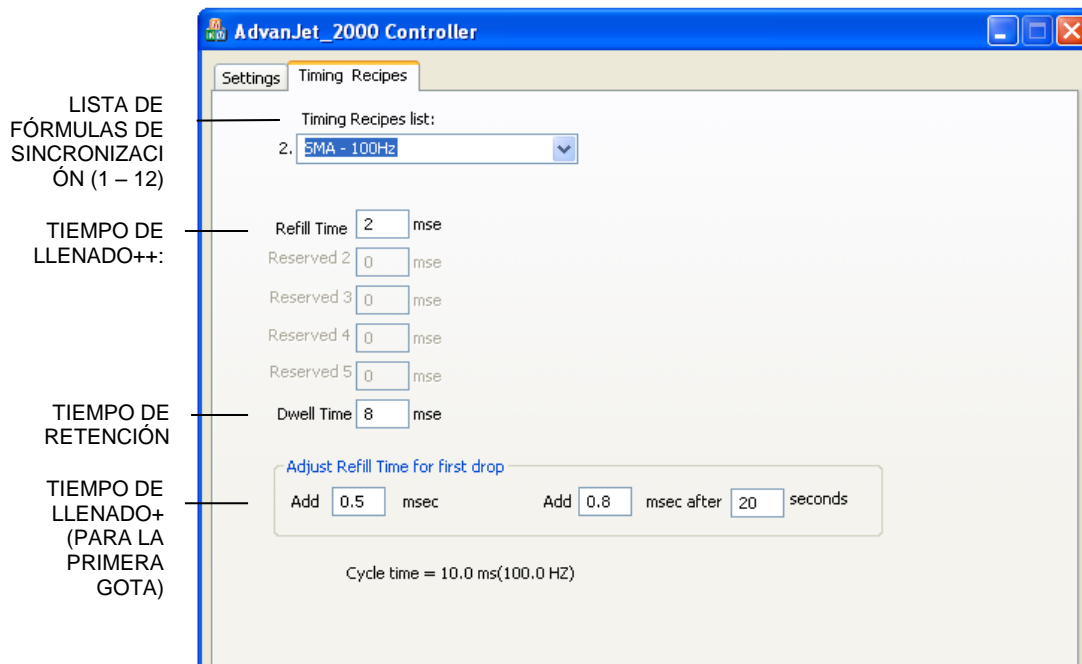

Figura 6-1: Menú principal de fórmulas de sincronización
Antes de comenzar el suministro, debe crear fórmulas de sincronización para cada determinado fluido que se va a suministrar. Figura 6-1 en la página siguiente muestra el menú Fórmulas de sincronización del software Advanjet. Una vez configurado, la Fórmulas de sincronización se puede descargar al controlador Advanjet. Después de que se descargan las fórmulas, el controlador puede activarse a distancia a través de las entradas digitales desde el controlador de servidor sin el programa de software Advanjet en segundo plano.
El software Advanjet ofrece varias muestras de fórmulas de sincronización para fluidos populares a fin de alcanzar una puesta en marcha rápida. Tal como se muestra en la Figura 6-1 más arriba, la pantalla del menú principal Fórmulas de sincronización ofrece una lista de los parámetros de suministro en el panel delantero del controlador HV-2000C.
- **Añadir xxx ms:** es un valor de tiempo que se añade al tiempo de llenado. En referencia a la Figura 6-1, 2,0 ms (tiempo de llenado original) + 0,5 ms adicionales = 2,5 ms de tiempo de llenado total. En modo CAÍDA, este valor se añade a cada gota (se describe en la sección 6.3). Sin embargo, en el modo LÍNEA este valor se añade únicamente a la primera gota (se describe en la sección 6.4).
- **Añadir XX ms tras YY segundos:** es un valor de tiempo añadido al tiempo de llenado después de que la unidad de chorro esté inactivo durante unos segundos especificados. Este tiempo adicional se añade únicamente a la primera gota en los dos modos Gota y Línea. En referencia de nuevo a la Figura 6-1, el tiempo de llenado para la primera gota después de 20 segundos de inactividad sería 2 ms (tiempo de llenado original) + 0,8 ms adicionales = 2,8 ms de tiempo de llenado total. Esto se aplica a solamente la primera gota.